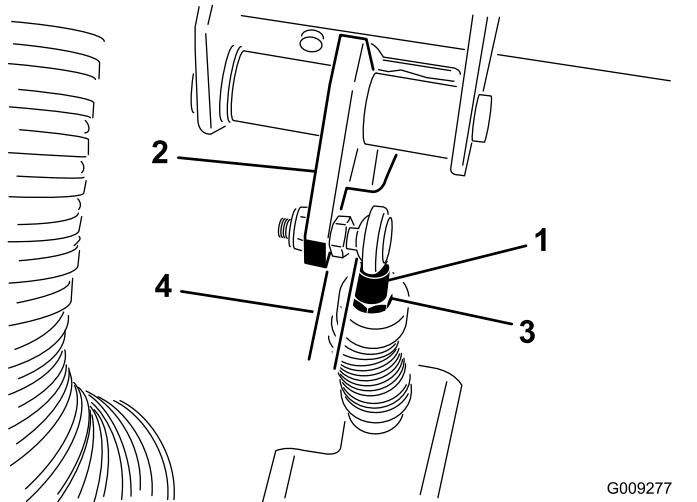

Figure 71
**Important:** La tige d'embout doit être d'équerre sur la rotule, sans vriller, et rester parallèle à la pédale d'embrayage quand l'écrou de blocage est serré (Figure 71).